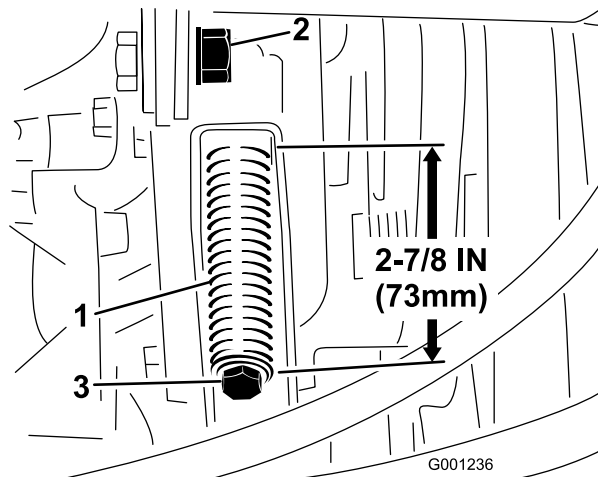

Figure 75
3. Desserrez l'écrou de blocage de la tige de tension (Figure 75).
4. À l'aide d'une clé de ½ pouce, serrez ou desserrez le ressort de tension de la courroie (Figure 75) pour obtenir une longueur de 273 mm.
4. À l'aide d'une clé de ½ pouce, desserrez complètement le ressort de tension de la courroie (Figure 75).
6. Montez la courroie de PDF neuve et tendez le ressort de poulie à une longueur de 73 mm (Figure 75).
7. Serrez l'écrou de blocage (Figure 75) et fermez le capot.